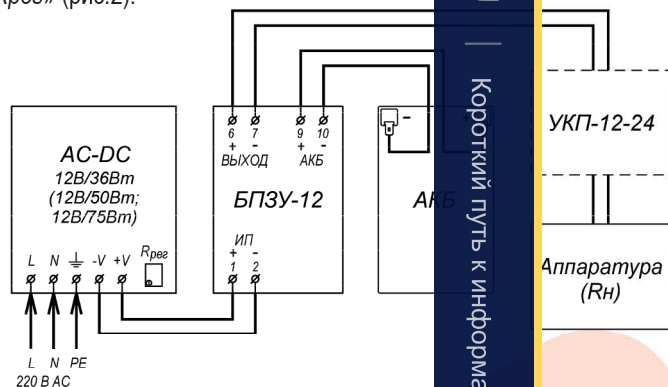
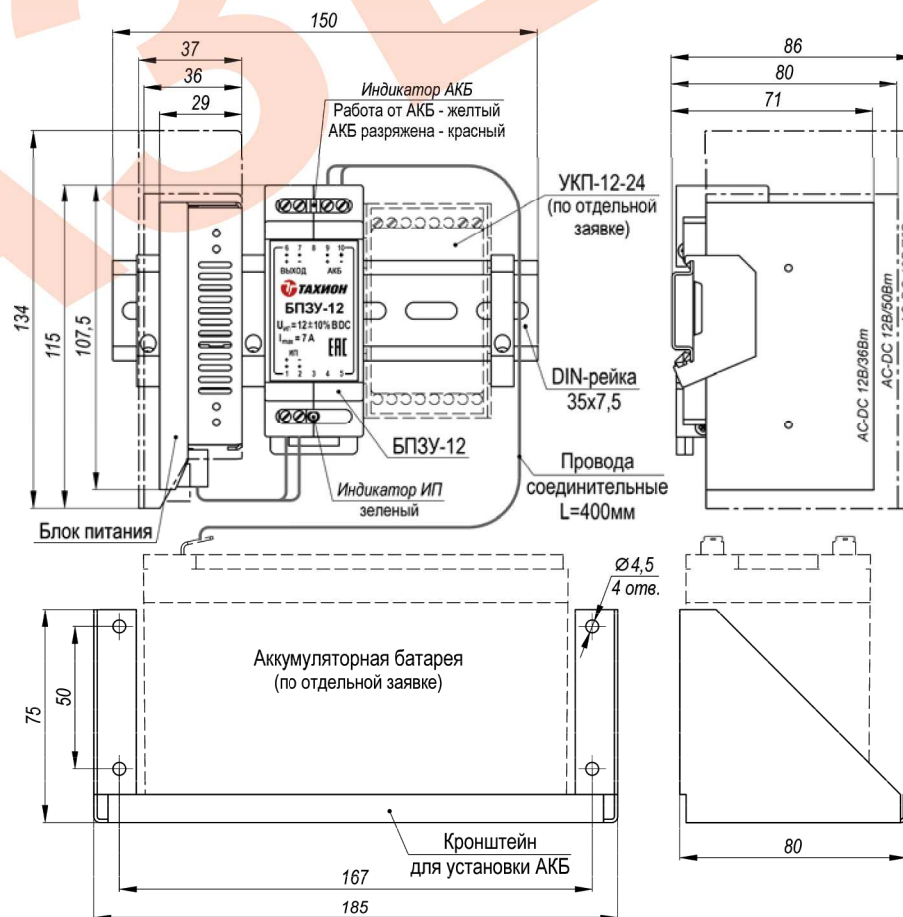

Рис.2 Схема электрическая принципиальная
Рис.1 Устройство, габаритные и установочные размеры
Подключение цепей изделий производится в соответствии со схемой электрической принципиальной (рис.2). Для подключения необходимо:
2. Установить аккумуляторную батарею на кронштейн (рис.1) и подключить ее проводами соединительными к контактам 9 (+) и 10 (-) БПЗУ-12, соблюдая полярность.
4. Подать трехпроводным кабелем напряжение питания 220 В AC на соответствующие контакты блока питания, при этом фазный провод (L) соединить с контактом L, нулевой провод (N) с контактом N, а провод заземления соединить с контактом PE.
5. При необходимости отрегулировать значение выходного напряжения при помощи потенциометра «R_{рег}» (рис.2).
- Габаритные размеры см. рис.1
Устройство изделия приведено на рис.1, схема подключения на рис.2.